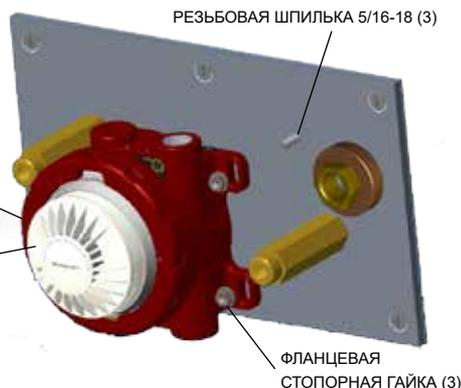

Рисунок 7. Дымовой извещатель U5015, установленный на пластину Q5016 в сборе
- Снимите три стопорных фланцевых гайки с пластины (рис. 7). Установите дымовой извещатель U5015 на отверстия, отцентрировав их в пазах. Установите на место и затяните гайки, чтобы закрепить извещатель на пластине.